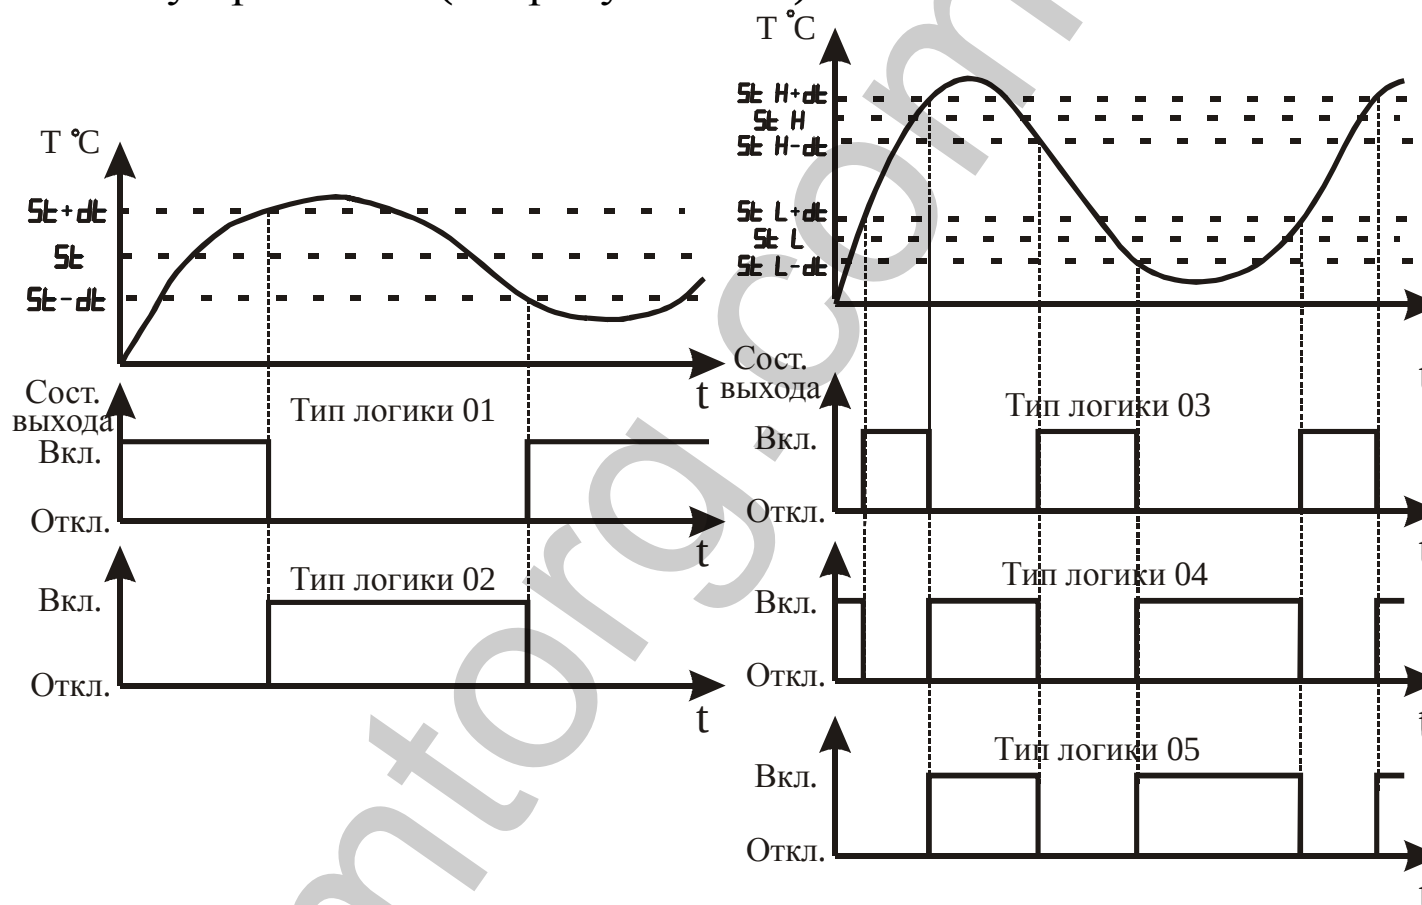

Рисунок 3.18 – Графическое представление типов логики работы выхода
3.3.3.10 Параметр “Тип логики работы прибора” определяет алгоритм управления исполнительным устройством (см. рисунок 3.18).
Тип логики “05” (модернизированная “U”-образная), в основном, аналогичен типу логики 04. Отличие состоит в том, что работа выходного устройства разрешается только после первого превышения регулируемой температурой значения $St + H + dt$ (см. рисунок 3.18).